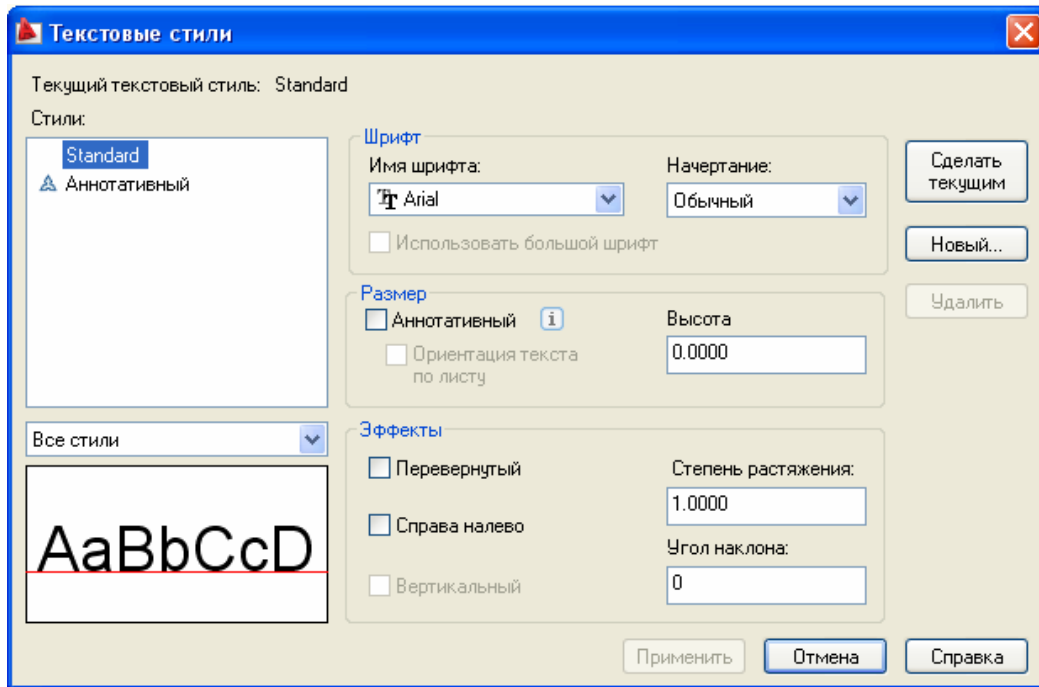

Рис. 2.3. Діалогове вікно **Текстовые стили**
1. Зі спадного меню **Формат** → **Текстовый стиль** викликати діалогове вікно **Текстовые стили** (рис. 2.3).